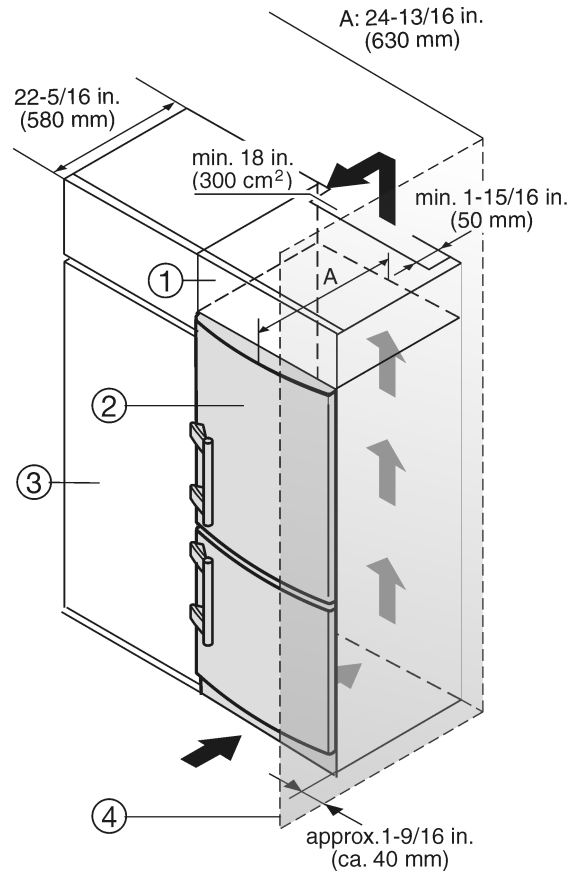

Fig. 32
- (1) Élément haut
- (2) Appareil
- (3) Placard de cuisine
- (4) Mur
L'appareil peut être entouré de meubles de cuisine. Pour adapter l'appareil Fig. 32 (2) à la hauteur des placards de la cuisine intégrée, on peut placer un élément haut Fig. 32 (1) au-dessus de l'appareil.
Lors de la transformation avec des placards de cuisine (profond. max. 22-27/32 " (580 mm)) l'appareil peut être placé directement à côté du placard Fig. 32 (3). La porte de l'appareil saillit latéralement de 1-11/32 " (34 mm) et au milieu de l'appareil de 1-31/32 " (50 mm) par rapport à la face avant du placard de cuisine. Ainsi, elle se laisse ouvrir et fermer sans problèmes.
Si l'appareil est installé avec les charnières à côté d'un mur Fig. 32 (4), la distance entre l'appareil et le mur doit être de 1-9/16 " (40 mm) min. Ceci correspond à la saillie de la poignée lorsque la porte est ouverte.